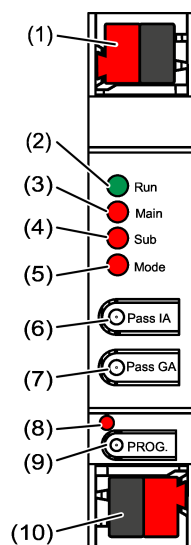

Bild 1: Frontansicht
Status-LED **Run** zeigt den Zustand der Filterfunktionen, (siehe Bild 1).
- Busleitungen mit KNX Anschlussklemmen (siehe Bild 1) polungsrichtig anschließen.
- Übergeordnete Linie an der unteren Anschlussklemme (10) anschließen. Über diesen Anschluss wird das Gerät versorgt.
- Untergeordnete Linie an der oberen Anschlussklemme (1) anschließen.